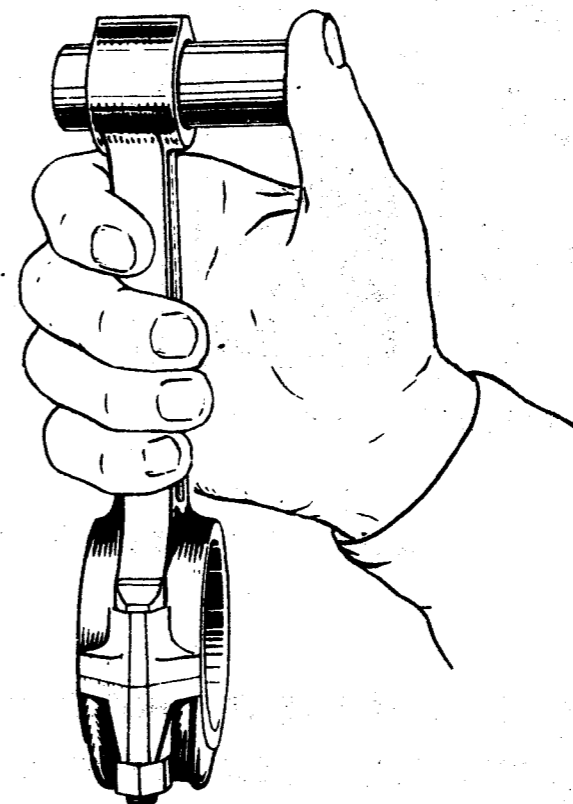

Рис. 57. Подбор поршневого пальца к шатуну
- подобрать поршневой палец к шатуну так, чтобы при нормальной комнатной температуре он плотно входил в отверстие верхней головки шатуна под усилием большого пальца руки, как показано на рис. 57. Поршневой палец должен быть слегка смазан маслом. Цвет маркировки пальца должен соответствовать цвету маркировки на бо-бышках поршня;